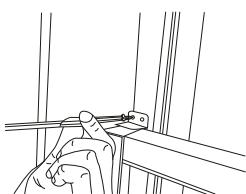

Fig.9
C. Pour fixer l'ouvrant coulissant en place, fixez le verrou d'angle droit de l'ouvrant-coulissant avec une vis de 3/4 po (19 mm) ou de 1/2 po (12,7 mm), comme démontré (fig. 9).